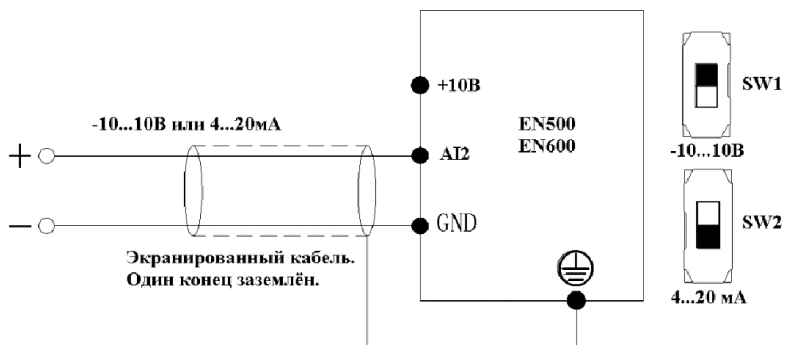

Рис.3-12 Схема подключения к входу AI2
(2) AI2 - аналоговый вход по току (4...20 мА) или напряжению (-10...10В), режим выбирается переключателем SW2, также режим должен быть корректно задан во второй цифре значения параметра F00.20, подключение на рис.3-12.